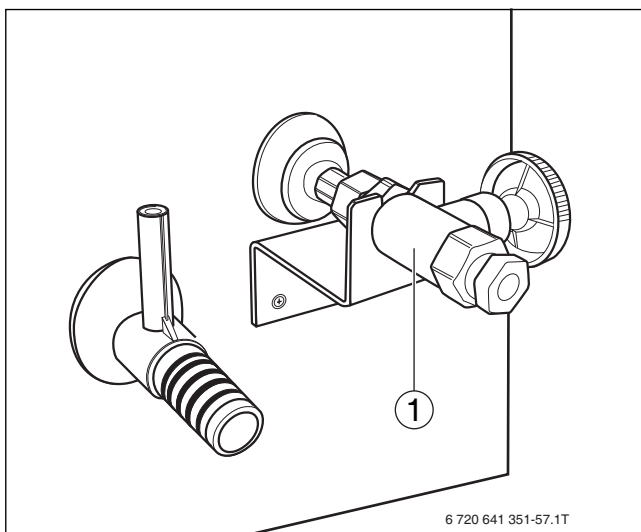

Bild 35 Öl-Absperrventil
- Ölschlauch mit der Dichtung am Öl-Absperrventil (→ Bild 35, [1]) montieren.